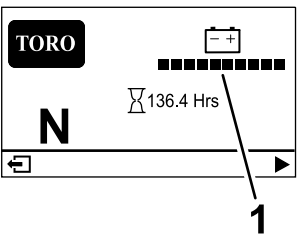

Figure 25
- **Écran d'information principal (Figure 25) :** affiche les données actuelles de la machine quand la clé est à la position CONTACT.